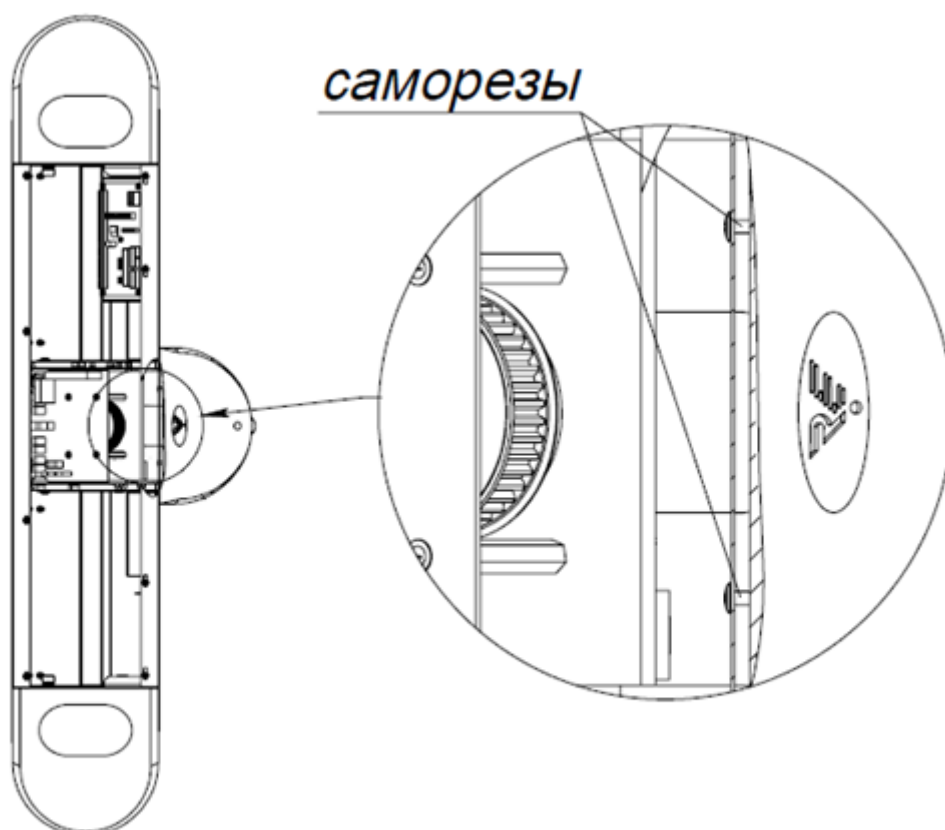

Рис. 4
- отверните два самореза с помощью крестовой отвертки с магнитным наконечником (рис. 4)